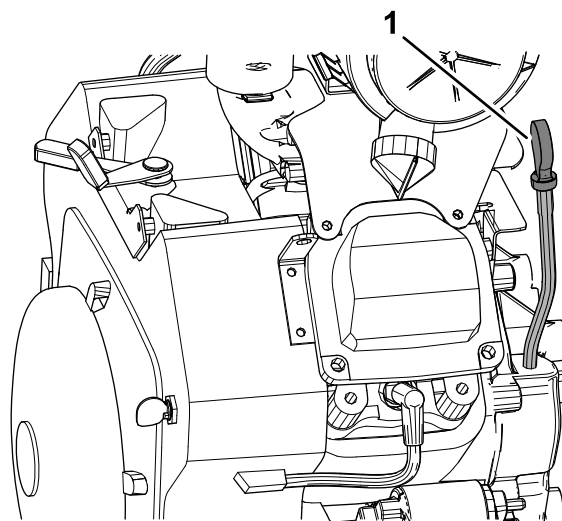
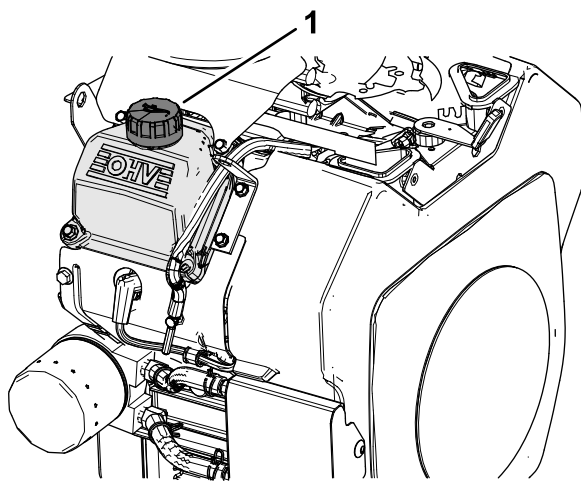

Bild 28
Bild 29
2. Reinigen Sie den Bereich um den Ölpeilstab und den Öleinfülldeckel des Ventildeckels (Bild 28 und Bild 29).
3. Nehmen Sie den Ölpeilstab heraus und wischen das Ende ab (**Bild 28**).